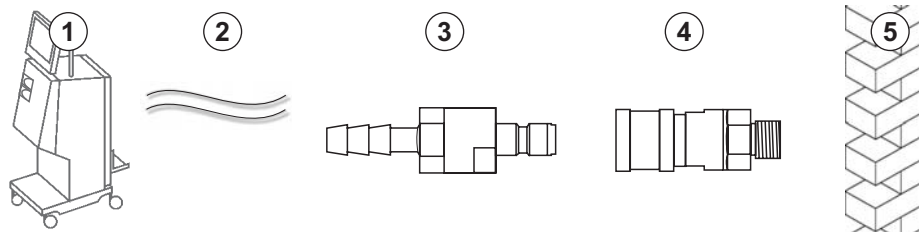

Fig. 4-6 Scarico dialisato con connettori Aquaboss
- 1 raccordo filettato maschio di chiusura (Fig. 4-6, ③), materiale EPDM 1.4571
- 1 connettore femmina per tubi (④), diametro interno del tubo flessibile 9 mm, materiale EPDM 1.4571
1. Collegare il tubo ② all'apparecchiatura e fissarlo con una fascetta o una fascetta a orecchio singolo.
2. Collegare al tubo il raccordo filettato maschio di chiusura ③ e fissarlo con una fascetta o una fascetta a orecchio singolo.
3. Collegare il raccordo filettato maschio di chiusura ③ al connettore femmina per tubi ④ fissato alla parete.